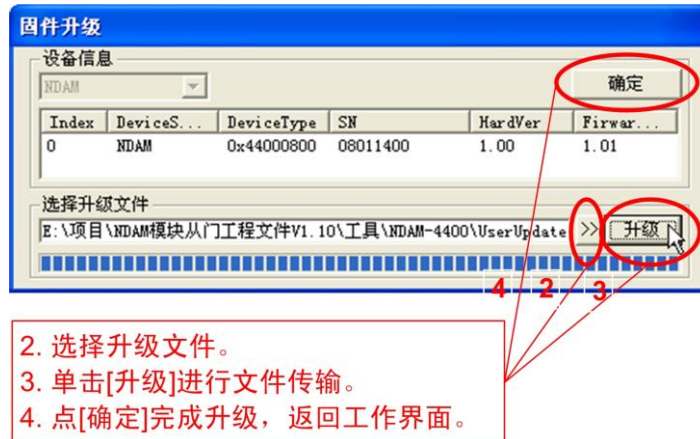

图 3.9 固件升级操作
- 2) 选核对弹出对话框中的设备信息无误后，选择“是”，进入如图 3.9 所示固件升级界面。然后找到并打开固件文件，点击“升级”，开始文件传输。